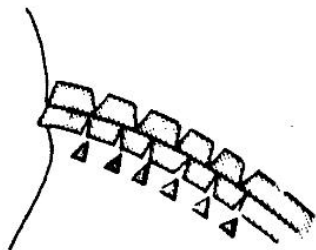

Рис. 39
* Прямолинейные швы следует приутюживать на плоской поверхности, а фасонные — на выпуклой поверхности, чтобы придать форму изделию. Припуски шва необходимо надсечь так, чтобы они стали плоскими (рис. 39).